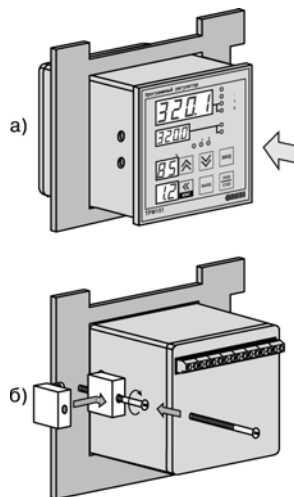

Рис. 7.2 – Установка прибора щитового крепления
1. Прибор вставляется в специально подготовленное отверстие на лицевой панели щита (см. Приложение А и рисунок 7.2, а).
2. Фиксаторы из комплекта поставки вставляются в отверстия на боковых стенках прибора (рисунок 7.2, б).